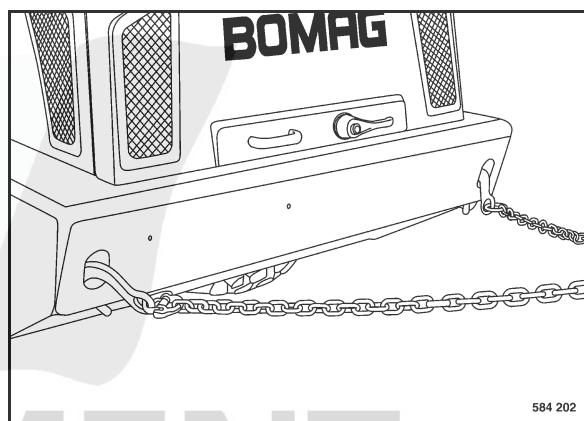

fig. 62
- Fixer les chaînes (fig. 62) ou les câbles de remorquage de manière sûre aux anneaux de remorquage.